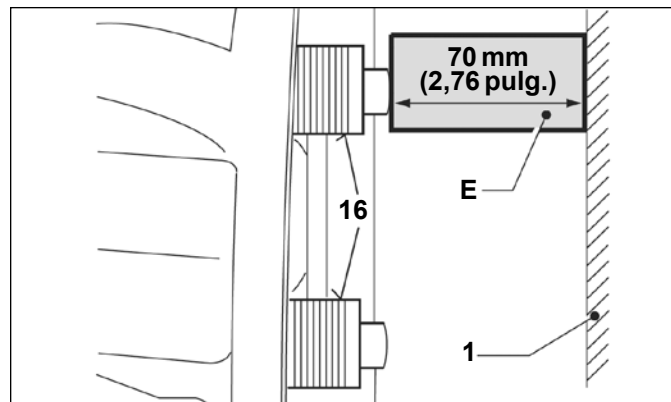

FIGURA 51 - USO DE UN ESPACIADOR (INSPECCIÓN FUERA DEL VEHÍCULO)
Si el técnico trabaja con la mordaza puesta en el vehículo, puede usar una zapata de freno nueva (12) en el espacio que da hacia afuera para ayudar a evitar la pérdida de acople de la rosca en los tubos roscados. Consulte la figura 51.